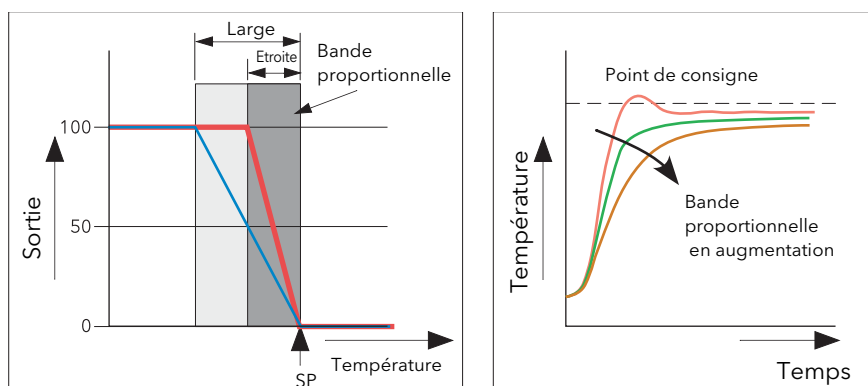

Figure B2.2.2a Effet de la bande proportionnelle (action inverse)
La bande proportionnelle (BP) fournit une sortie proportionnelle à l'amplitude du signal d'écart. Il s'agit de la plage sur laquelle la puissance de sortie est continuellement réglable de manière linéaire, de 0 % à 100 % (pour un régulateur chauffage seul). En dessous de la bande proportionnelle, la sortie est entièrement activée (100 %), au dessus de la bande proportionnelle la sortie est entièrement désactivée (0 %) comme indiqué à la figure B2.2.2a.
La Figure B2.2.2a montre également l'effet du rétrécissement de la bande proportionnelle jusqu'au point d'oscillation. Une bande proportionnelle large entraîne une régulation en ligne droite mais avec une erreur de statisme appréciable entre le point de consigne et la température réelle. Quand la bande s'amincit, la température se rapproche du point de consigne jusqu'à devenir instable.